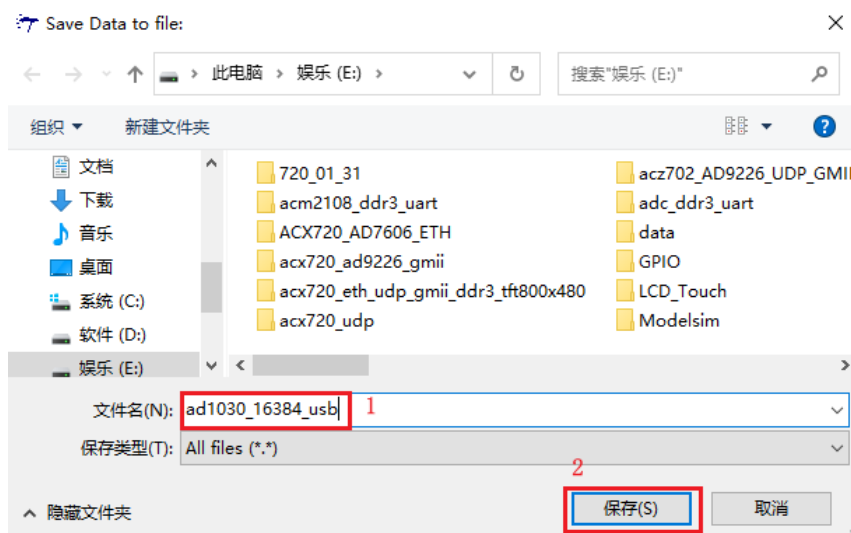

图 1-27 设置文件名称
8. 在弹出的文件保存界面中，读者需要设置文件保存的路径并给文件命名，比如我们这里保存在 E 盘并给文件命名为“ad1030_16384_usb”，然后点击保存。如下图 1-27 所示。